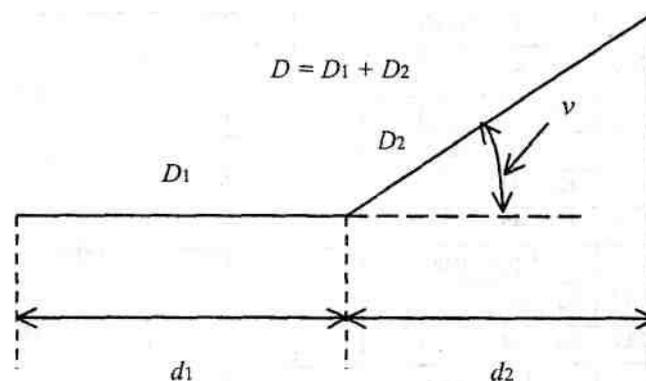

Рис. 1
В замкнутом теодолитном ходе, показанном на абрисе (рис. 1), измерены внутренние углы оптическим теодолитом типа ТЗ0. Результаты измерения горизонтальных углов и длин линий даны в журнале (табл. 1). Расстояния между точками теодолитного хода были измерены дважды и средние их значения с вертикальными углами занесены в последнюю колонку журнала.
3. Вычислить горизонтальное проложение  $d$  измеренных расстояний, т.е. ввести поправку в измеренные расстояния за наклон местности по формуле  $d=D \cos v$  (рис. 1). Расстояние округлить до 0,01 м.
Пользуясь абрисом (см. рис. 1), в масштабе плана нанести контуры ситуации, используя условные знаки (последние строго ориентируя на север и точно выдерживая их размеры). Все надписи выполнить печатным шрифтом, ориентируя буквы надписей и условные знаки на север.